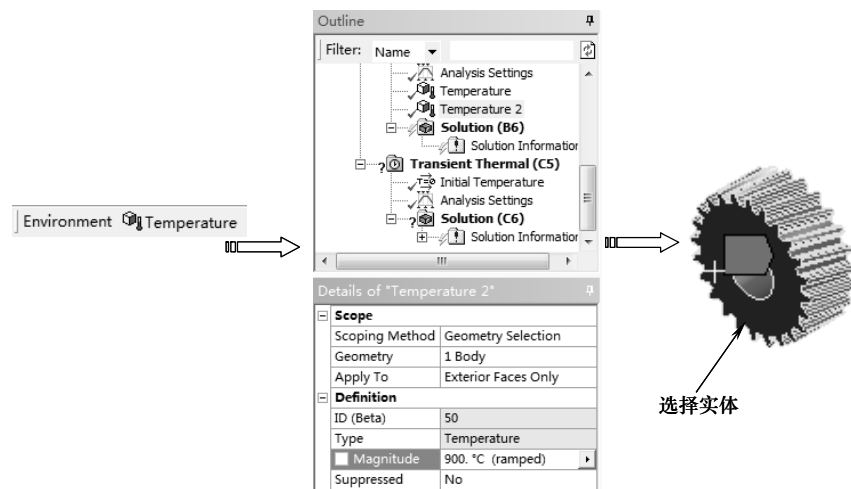

图 11-86 施加温度
2) 单击【Environment】工具栏上的【Temperature】命令，单击【图形】工具栏上的选择模式下的【Single Select（单选）】按钮 , 然后再单击【Body（选择体）】按钮 , 选择齿轮实体，单击【Geometry】项中的【Apply】按钮完成，在详细设置窗口中【Definition】选项下的【Magnitude】中输入 900，如图 11-86 所示。